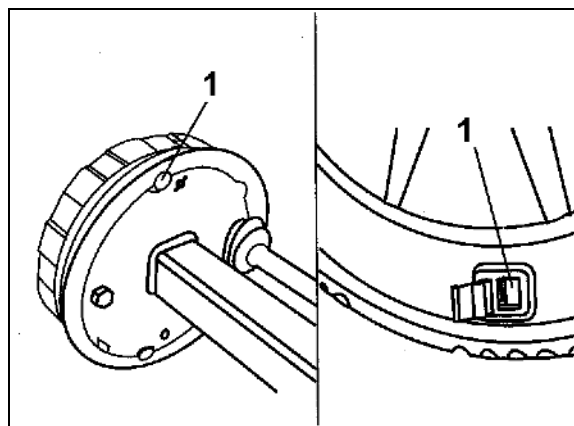

Рис. 138
- Семяпроводы (Рис. 138/1) сошников технологической колеи должны быть закреплены на тех выпускных отверстиях, которые могут закрываться при помощи заслонок (Рис. 138/2).